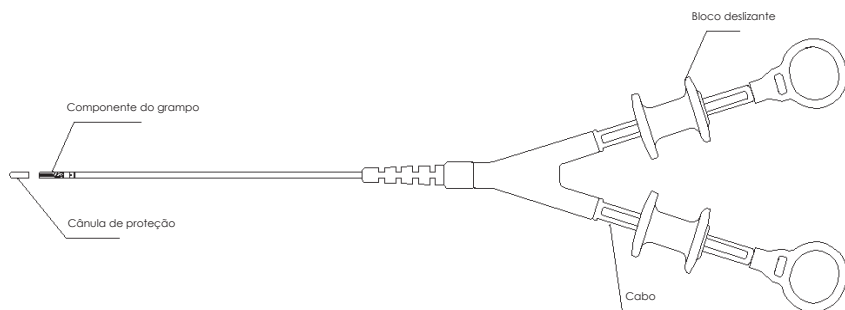

Fig 2 Retire a cânula de proteção
- A. Retire a cânula de proteção da extremidade frontal do dispositivo descartável de dupla ação para fechamento de tecido (como mostrado na Fig. 2), controle os dois cabos com as duas mãos, respectivamente, puxe o bloco deslizante para a posição do anel do cabo e mantenha a tensão adequada até que o grampo esteja completamente fechado.